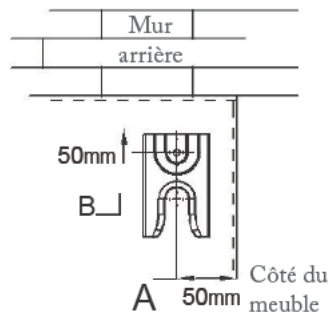

Figure 3
**Avertissement :** Afin d'empêcher le basculement de la cuisinière, le support anti-inclinaison doit être installé avec la cuisinière. Pour installer le support anti-inclinaison, utilisez un tournevis pour monter le support anti-inclinaison (1) avec des vis (2) au sol, comme indiqué dans la Figure 3.